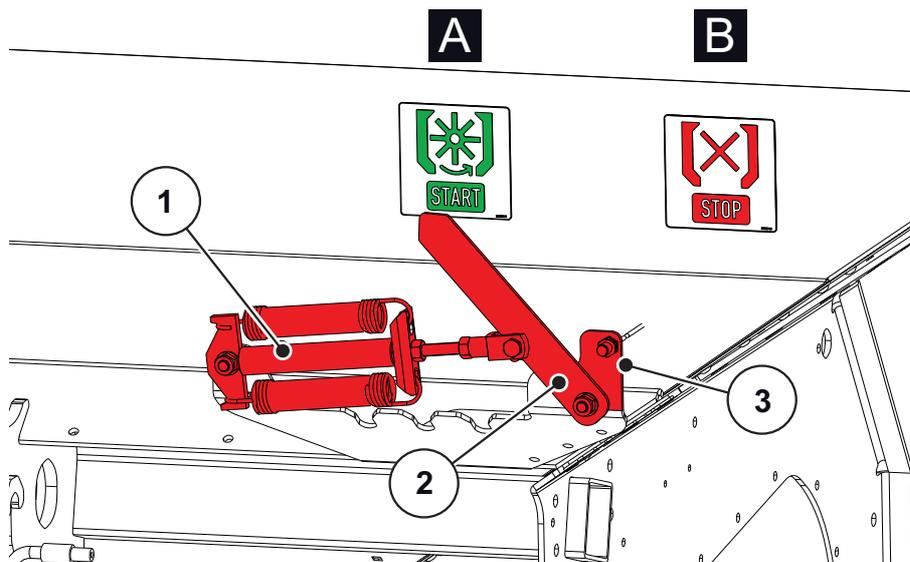

Bild 6.5: Statusanzeige der Dosierung anschließen
- Wenn die Maschine angehoben ist - z. B. im Vorgewende, fährt der Zylinder in Position B (Bild 6.5) aus und stoppt die Dosierung.
- Wenn die Maschine in Arbeitsposition ist, fährt der Zylinder in Position A (Bild 6.5) ein, und die Dosierung ist in Betrieb.